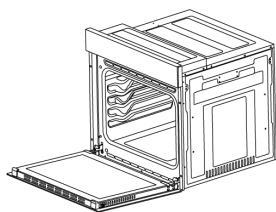

Fig. 1
1. Abra completamente la puerta del horno, levante el cierre con un destornillador o unos alicates a la altura de las bisagras de cada lado de la puerta. (Fig. 1).